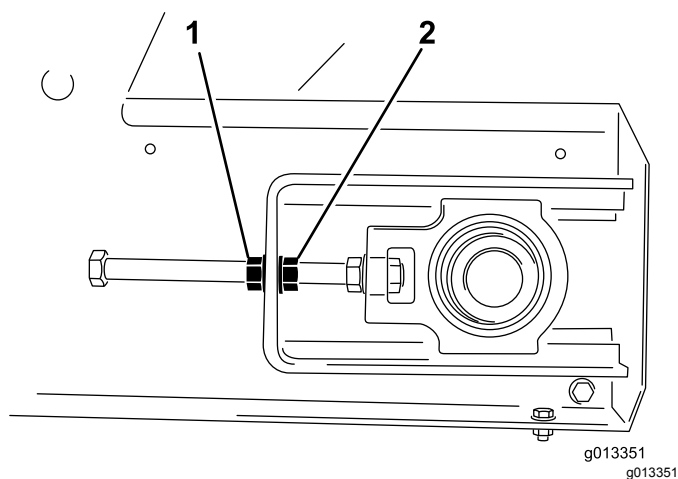

Figure 55
4. Avec deux clés, immobilisez l'extrémité de la tige de tension et desserrez l'écrou de blocage qui est celui le plus près de l'extrémité de la tige (Figure 55).
3. Du côté vers lequel se déporte la bande, immobilisez l'extrémité de la tige de tension et desserrez l'écrou de blocage, puis serrez l'écrou de réglage de la valeur de deux pans (Figure 55).